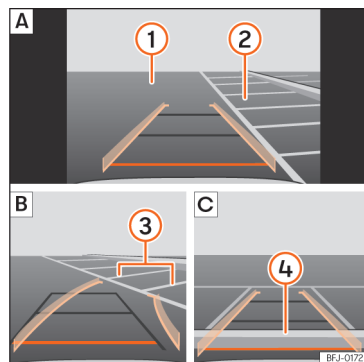

Рис. 168 Екран мультимедійної системи: паркування за підтримки камери заднього огляду.
- Поставте автомобіль перед місцем для паркування $\gg \text{рис. 168 } \textcircled{A}$.
Пояснення $\gg \text{рис. 168}$: